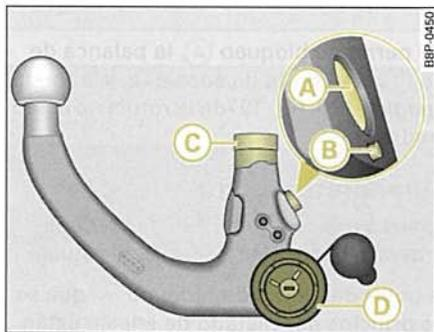

Fig. 197 Dispositivo desmontable para remolque: Rótula
- Compruebe que el perno de bloqueo (A), la palanca de desenclavamiento (B), el vástago de encaje (C) y la rueda moleteada (D) ⇒ página 225, fig. 197 de la rótula no están sucios ni deteriorados.